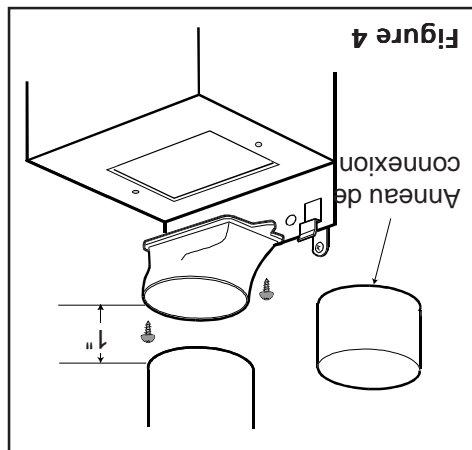

Figure 4
Il est possible d'installer un coude à 90° immédiatement au-dessus de la hotte. Afin de garantir l'efficacité du fonctionnement, nous conseillons d'effectuer un montage analogue pour l'évacuation verticale illustrée dans la Figure 4.
11. Si le raccord a été retiré pour effectuer le transport, il faudra ensuite l'installer sur la partie la plus haute de la hotte (Figure 4).
15. Connecter les canalisations (Figure 4).